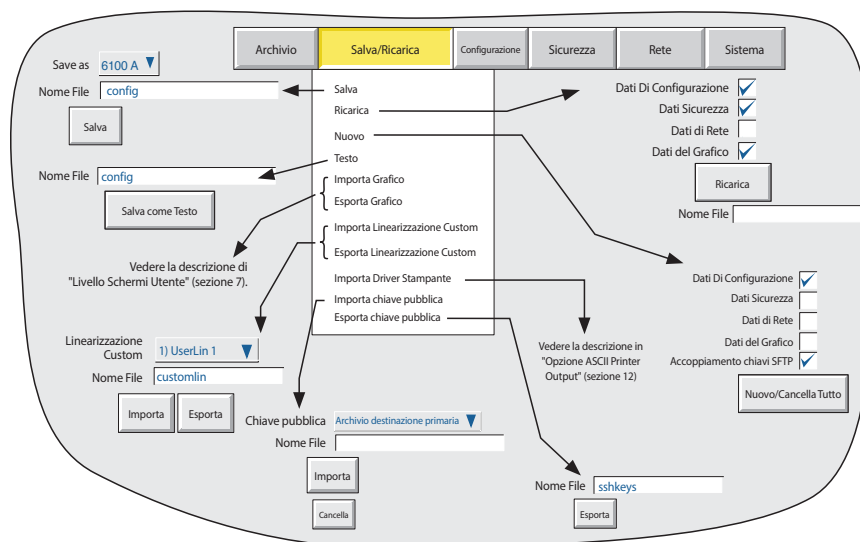

Figure 4.2a Menu Salva/Ricarica
1. Selezionare Salva/Ricarica > Nuovo. Viene visualizzato il menu Salva/Ricarica; vedere "Figure 4.2a Menu Salva/Ricarica" a pagina 55.
2. Fare clic sul pulsante Salva/Ricarica, quindi selezionare **Importa chiave pubblica** dal menu a discesa. (Per ulteriori informazioni sul menu, vedere "Figure 4.2a Menu Salva/Ricarica" a pagina 55.)